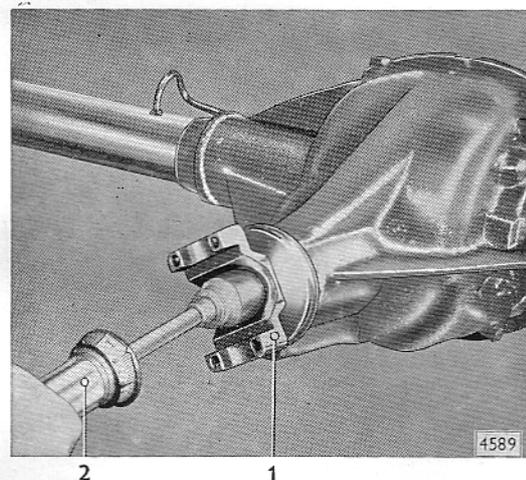

Bild D 31 - Lagervorspannung der Antriebskegelradlager messen
6. Die Lagervorspannung mit einem Torsionmeter im Bereich von 0-50 kpcm messen (Bild D 31).